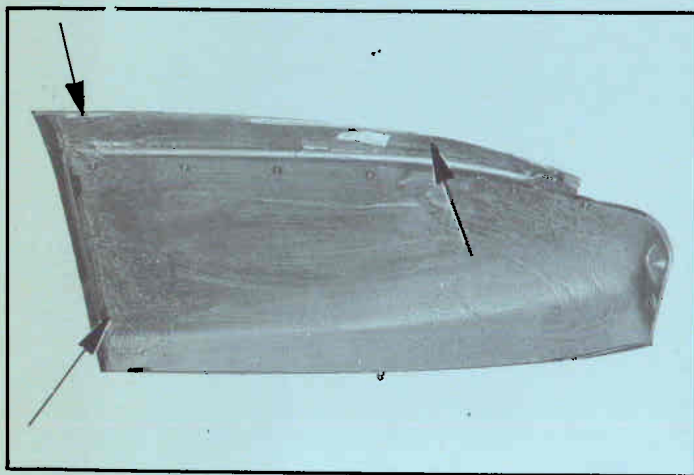

Fig. 27
4. De achterspatschermen (afb. 27).